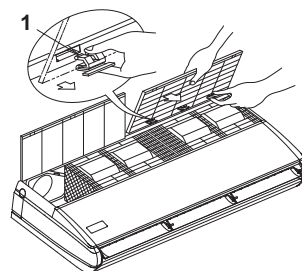

Bild 5
- Håll insugsgallret öppet, håll knoppen mot insugsgallrets bakkant och dra samtidigt insugsgallret framåt och ta bort det. **(Se bild 5)**